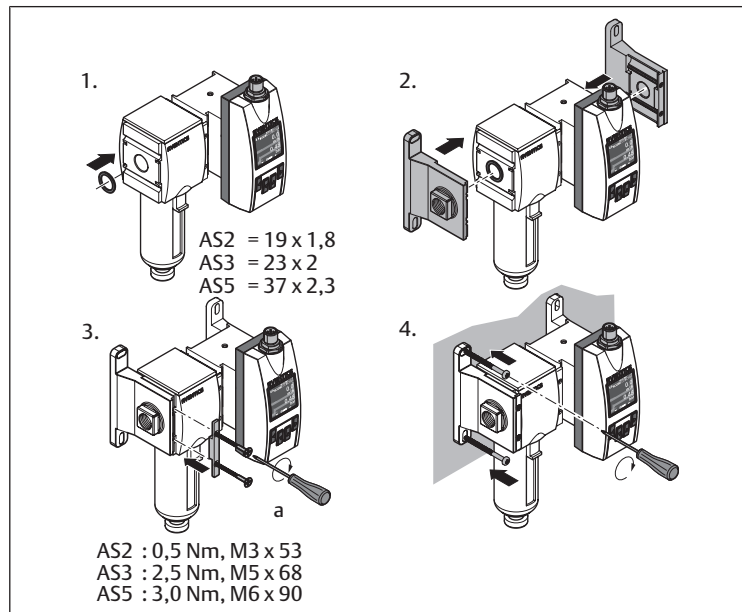

Fig. 7: Montaggio con set per il montaggio in batteria | W05
- Montaggio con set per il montaggio in batteria (senza gruppo di trattamento dell'aria): vedere → Fig. 7.